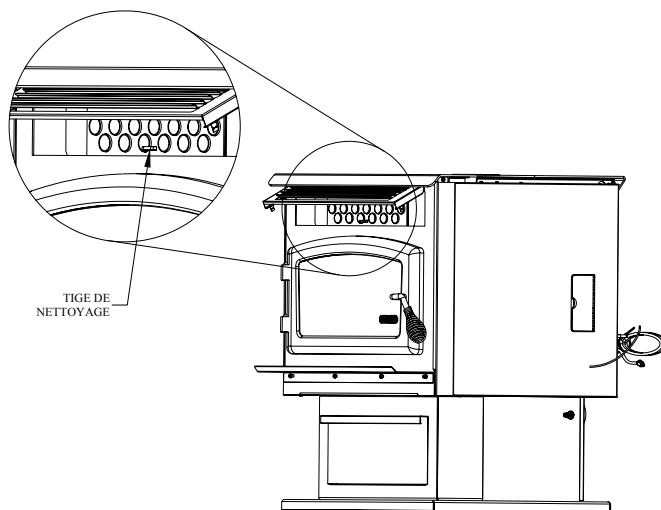

FIGURE 19
- Tubes d'échangeur de chaleur** – Votre poêle Drolet Eco-45 possède un mécanisme de nettoyage des tubes de l'échangeur de chaleur intégré à l'appareil. Le nettoyage des tubes devrait se faire au moins une fois par semaine. Pour nettoyer, il suffit d'ouvrir la porte du poêle et de tirer vers l'avant la tige de nettoyage située l'arrière des louveres. Fermez ensuite la porte. Faites glisser la tige d'avant en arrière 3 à 4 fois (voir figure 19). Lorsque cette opération est terminée, repoussez la tige de nettoyage derrière les louveres.